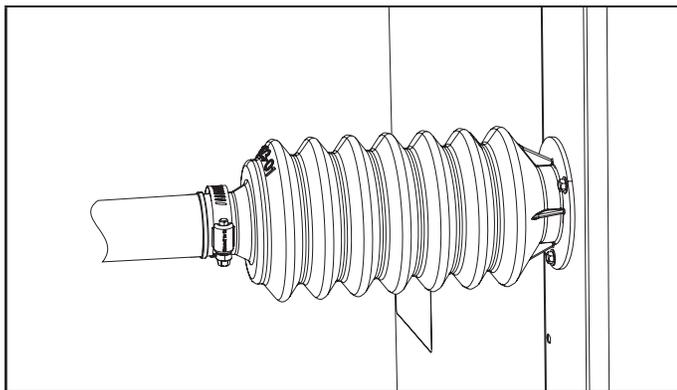

FIGURE 5. Collier installé sur le manchon
Raccordez la conduite de liquide fournie sur place, de taille appropriée, à l'embout de la conduite de liquide, comme illustré à la figure 5, en utilisant les procédures suivantes :
- 3 - Positionnez le collier comme illustré à la figure 5 et serrez à un couple à 35 lb-po pour fixer hermétiquement le manchon au jeu de conduites.
- 2 - Positionnez le collier comme indiqué aux figures 5 et 7 et serrez à un couple à 35 lb-po pour fixer hermétiquement le manchon au jeu de conduites.